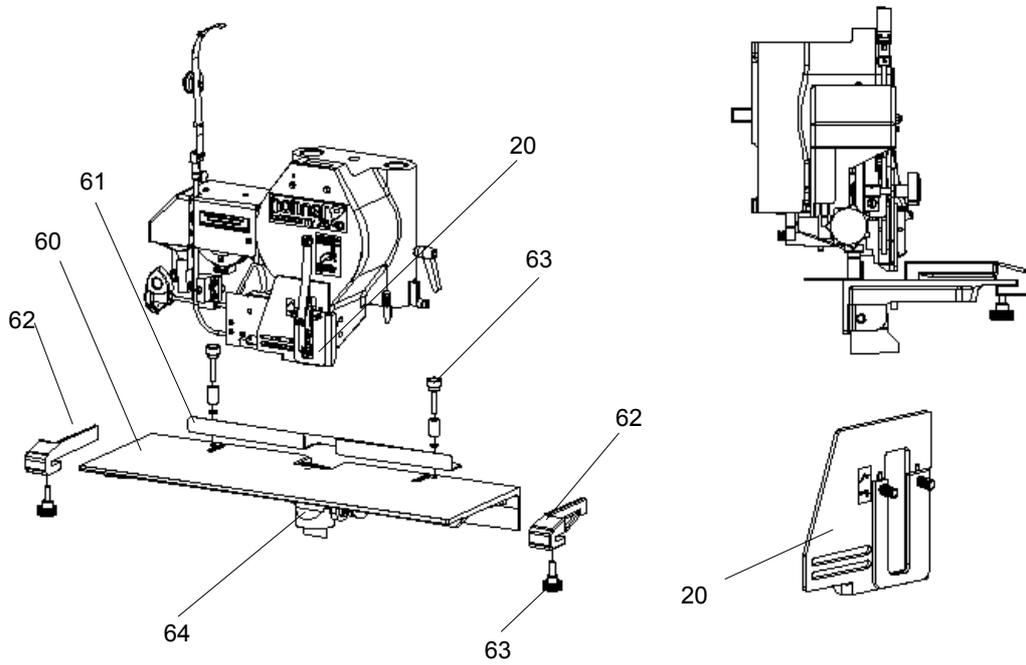

Fig. 4.10
- Fig. 4.10 -
- Monter le système en position "**Piquage à plat**" en respectant les marquages (voir - Fig. 4.10 -).